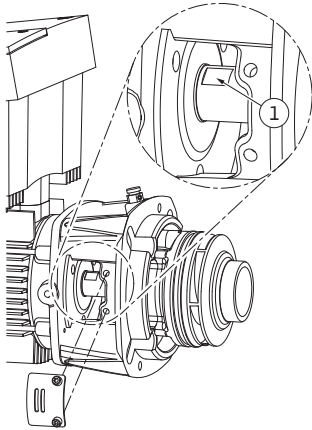

Fig. 52: Площини гайкового ключа на валу
24. Монтуючи робоче колесо, розсувний гайковий ключ (оптимальний розмір 22 мм) завести у віконце ліхтаря і сперти вал на поверхню ключа (Fig. 52, п. 1).